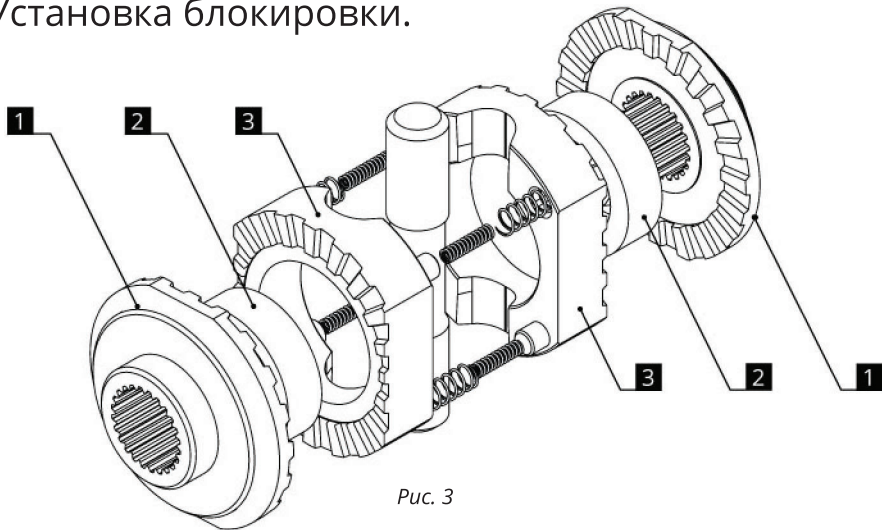

Рис. 3
7. Поместите в корпус дифференциала полуосевые муфты [1](Рис. 3).